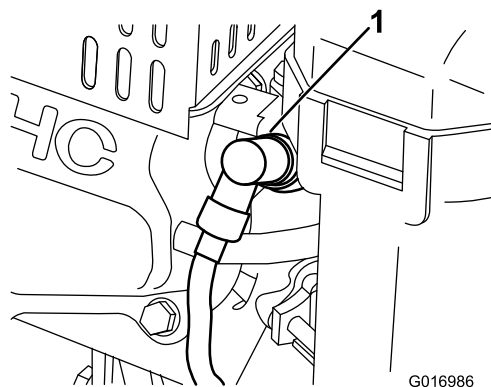

Рисунок 33
1. Снимите провод со свечи зажигания (Рисунок 33).